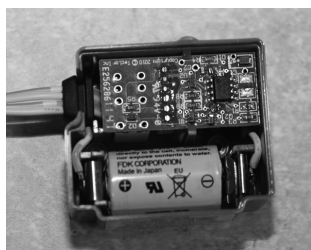

Fig 2
3. Separe la parte superior de la base del AG-9300-U. Quite las pilas (1/2 AA 3.0 VDC) y reemplácelas con una pila nueva del mismo tamaño y asegúrese que la polaridad de la pila sea correcta (fig 2). Aviso: Debe oír el pitido indicando que el AG-9300 está funcionando. La señal de una pila gastada es un pitido corto cada 35 segundos. Llame al fabricante para reemplazar la unidad o compre una pila de vida más corta CR14250 en su almacén local. La pila la debe reemplazar un técnico capacitado.